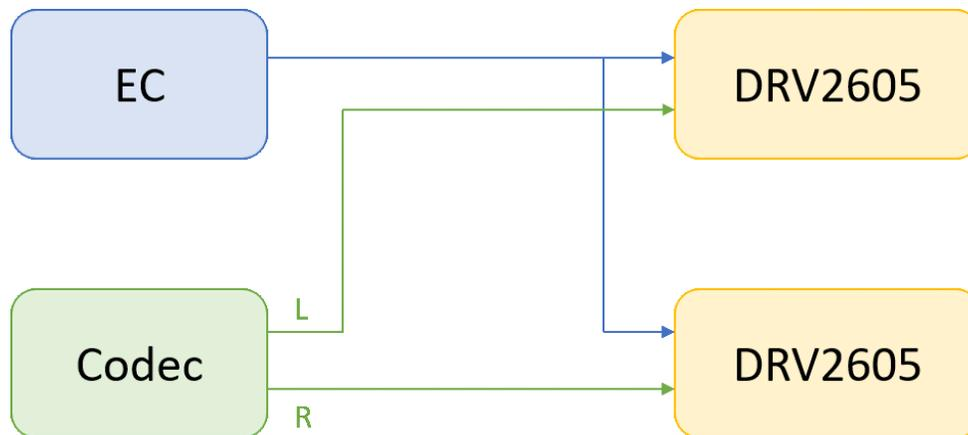

図 1-1. コーデックと EC を経由するデュアル DRV2605L ハプティクスルーティング
当社の実装では、ハンドヘルドのオーディオコーデックが左右の音声チャンネルを出力し、それぞれがスピーカ（またはヘッドホン）とオーディオ/触覚モードに設定された DRV2605L に入力されています。デバイスの組み込みコントローラ (EC) は、I2C を介して各 DRV2605L と通信し、設定を行ったり、必要に応じて特定のハプティクス効果をトリガしたりできます。図 1-1 はデュアル入力のハプティクス構成を示しており、オーディオ経路（緑線）と EC 制御経路（青線）の両方が DRV2605L ハプティクスドライバに影響を与えています。